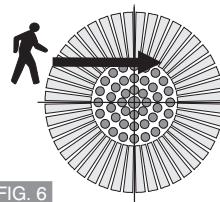
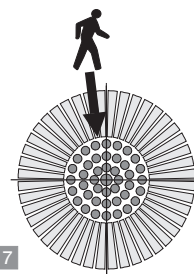

FIG. 6
FIG. 7
- Para la instalación, tener en cuenta que el detector es más sensible a los movimientos que atraviesan su campo de acción (fig. 6) que a los movimientos hacia el detector (fig. 7).